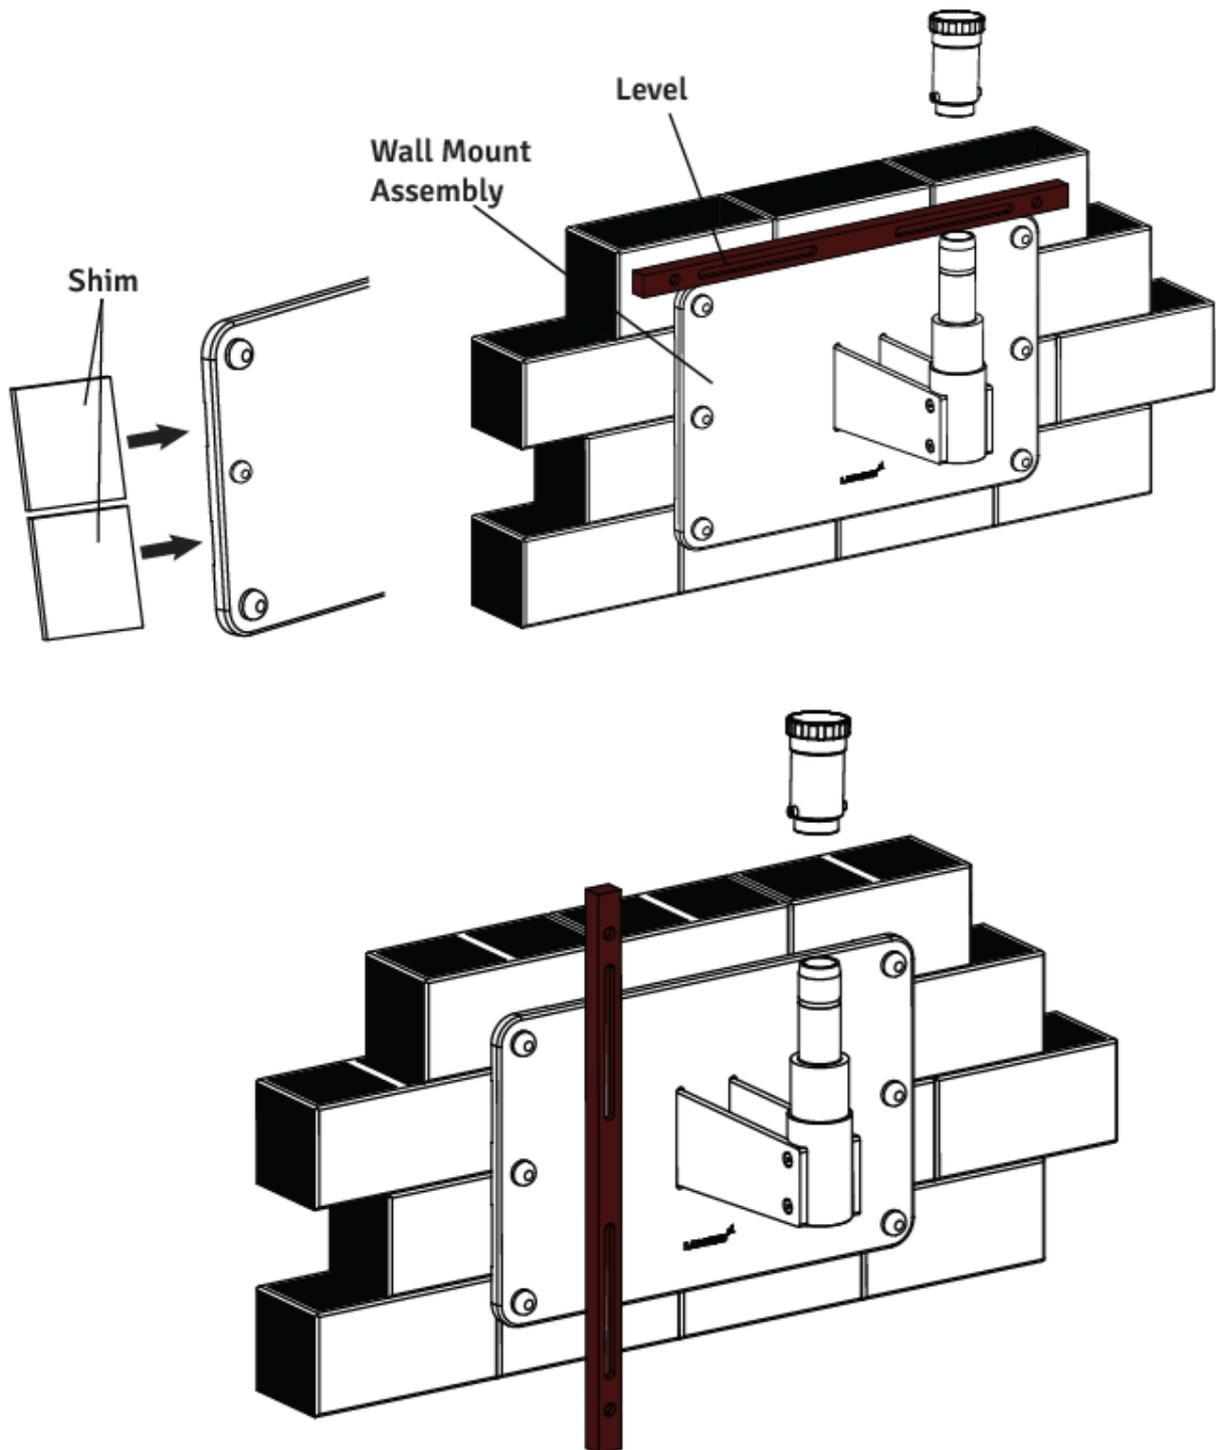

Figura 24
2. Coloque um nível na parte superior da placa traseira para verificar o nivelamento horizontal. Veja a figura 24.
3. Use um arranjo de soquete e catraca de 17 mm para afrouxar levemente os seis (6) parafusos de alternância nos cantos do suporte de parede.
5. Coloque um nível verticalmente ao longo da face da placa traseira, em ambos os lados, para garantir que esteja perpendicular para o chão. Veja a figura-24
7. Verifique o outro lado e insira calços conforme necessário e então aperte os parafusos de alternância. Veja a figura 24.